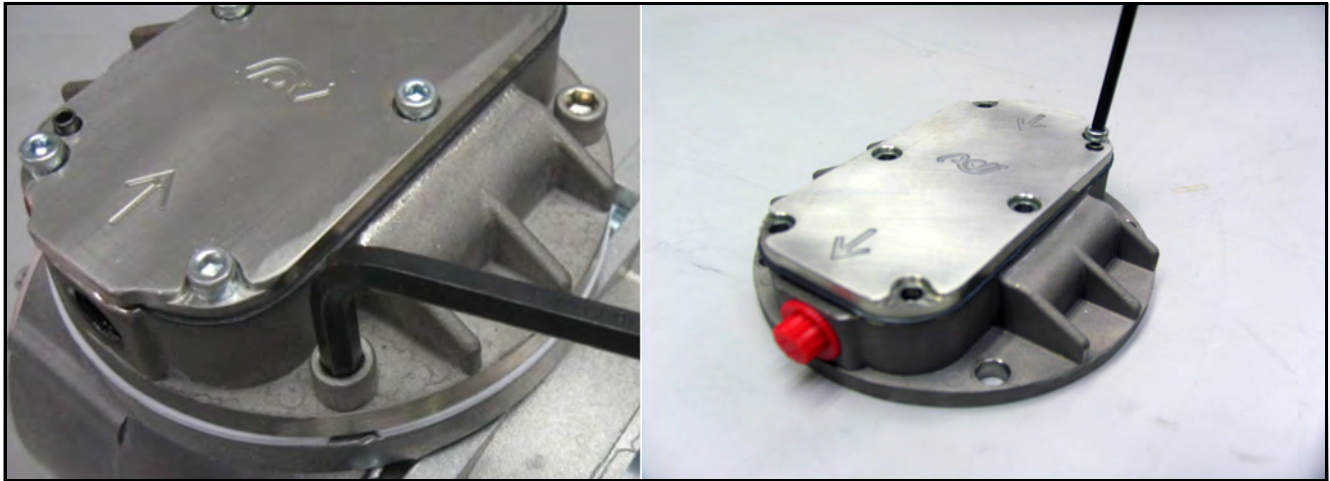

Abbildung 73: Entfernen des Kopfstücks und der Inbusschrauben
- a. Weitere Informationen finden Sie unter Abbildung 73.